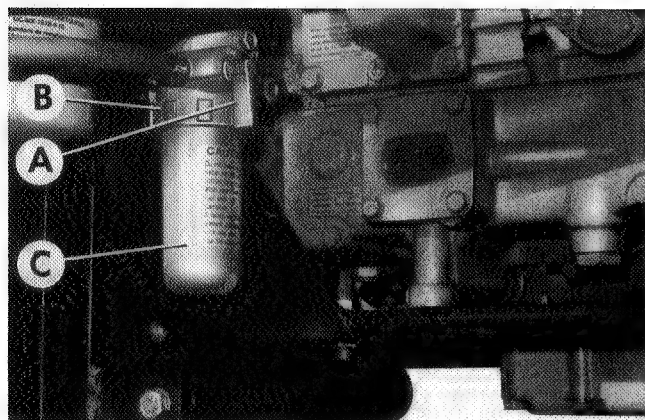

Fig. 37
1. Replace fuel filter element (Fig. 37)
1. **Kraftstofffilterelement wechseln** (Fig.37)
1. **Remplacer le filtre à gasoil** (Fig.37)